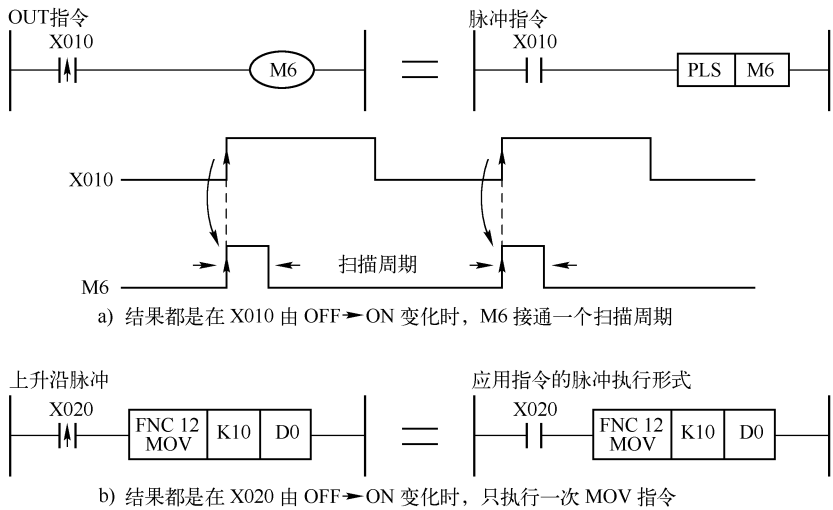

图 2-18 等效编程方法
2) 这组指令只是在某些场合为编程者提供了方便。图 2-18 所示为等效编程方法。